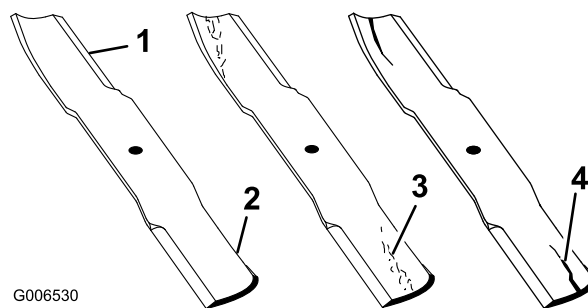

Figure 39
1. Examinez le tranchant des lames (Figure 39). Si elles ne sont pas tranchantes ou si elles présentent des indentations, déposez et affûtez les lames (voir Affûtage des lames).
2. Inspectez les lames, surtout la partie relevée (Figure 39). Remplacez immédiatement toute lame endommagée, usée ou qui présente une entaille (repère 3 de la Figure 39).